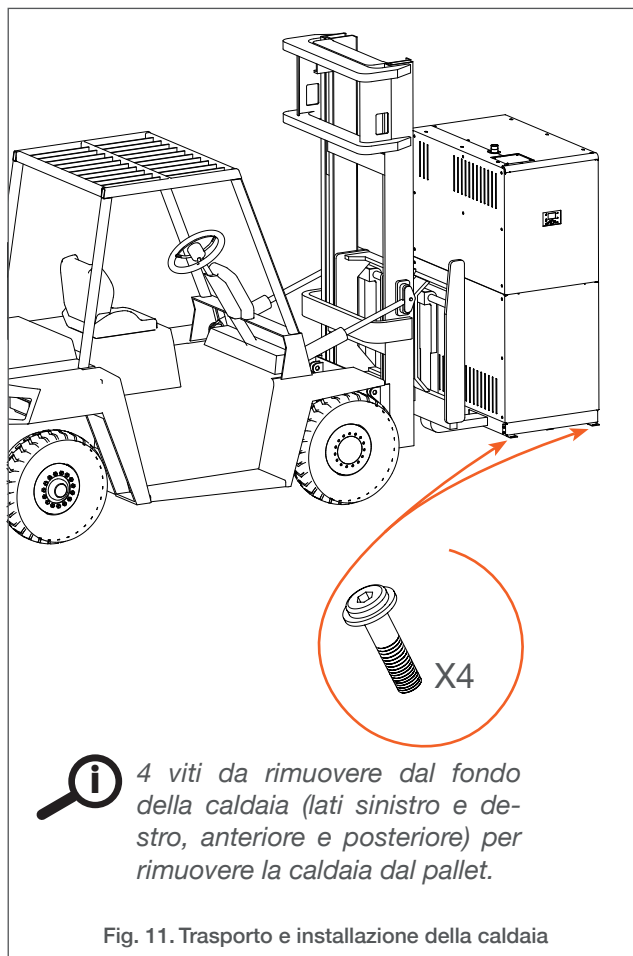

Fig. 11. Trasporto e installazione della caldaia
3. Rimuovere le quattro viti con una chiave a brugola misura 6, (vedere **Fig. 11**) dal fondo della caldaia e dal pallet.
Far scorrere le braccia delle forche del carrello sollevatore nei fori per il trasporto, posti a entrambi i lati dell'apparecchio (vedere **Fig. 11**).